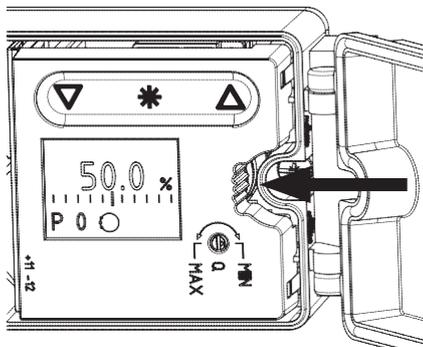

図2・ピックアップレバーの固定
(2) フォロワピン
4. フォロワピン(2)がフォロワクランプ(3)の上面に収まるように、ポジショナーを操作部にセットします。この際、切り欠き部を押して、ピックアップレバーをトップ位置に固定します(図2)。レバー(1)は、スプリングの力でフォロワクランプ上に載っていません。ポジショナーを操作部に2個のネジで固定します。